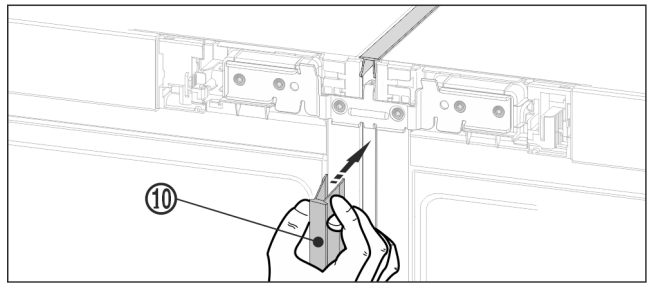

Fig. 22
- ▶ Priekinėje pusėje įsprauskite ilgą dengiamąją plokštelę Fig. 22 (10) į vertikalųjį plyšį. Žiūrėkite, kad plokštelė remtųsi į jungiamąjį skydelį.